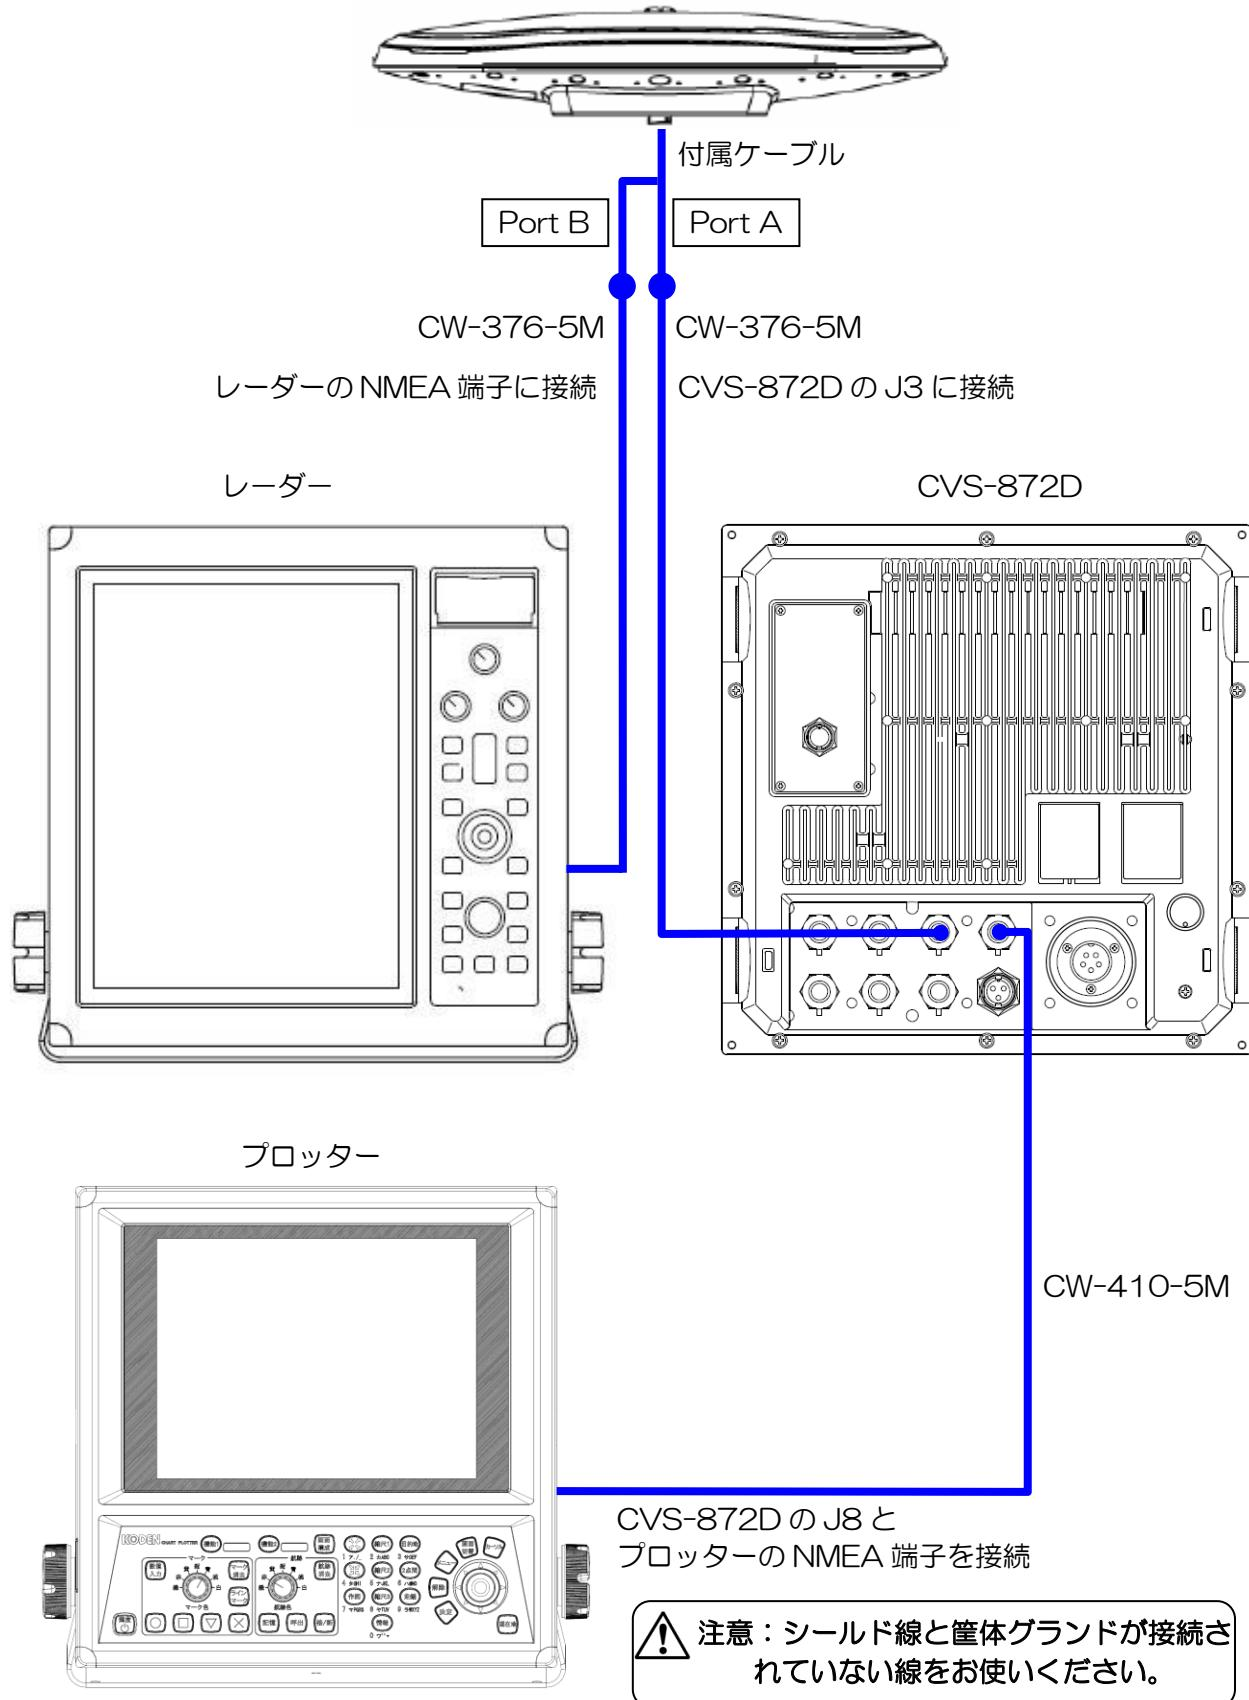
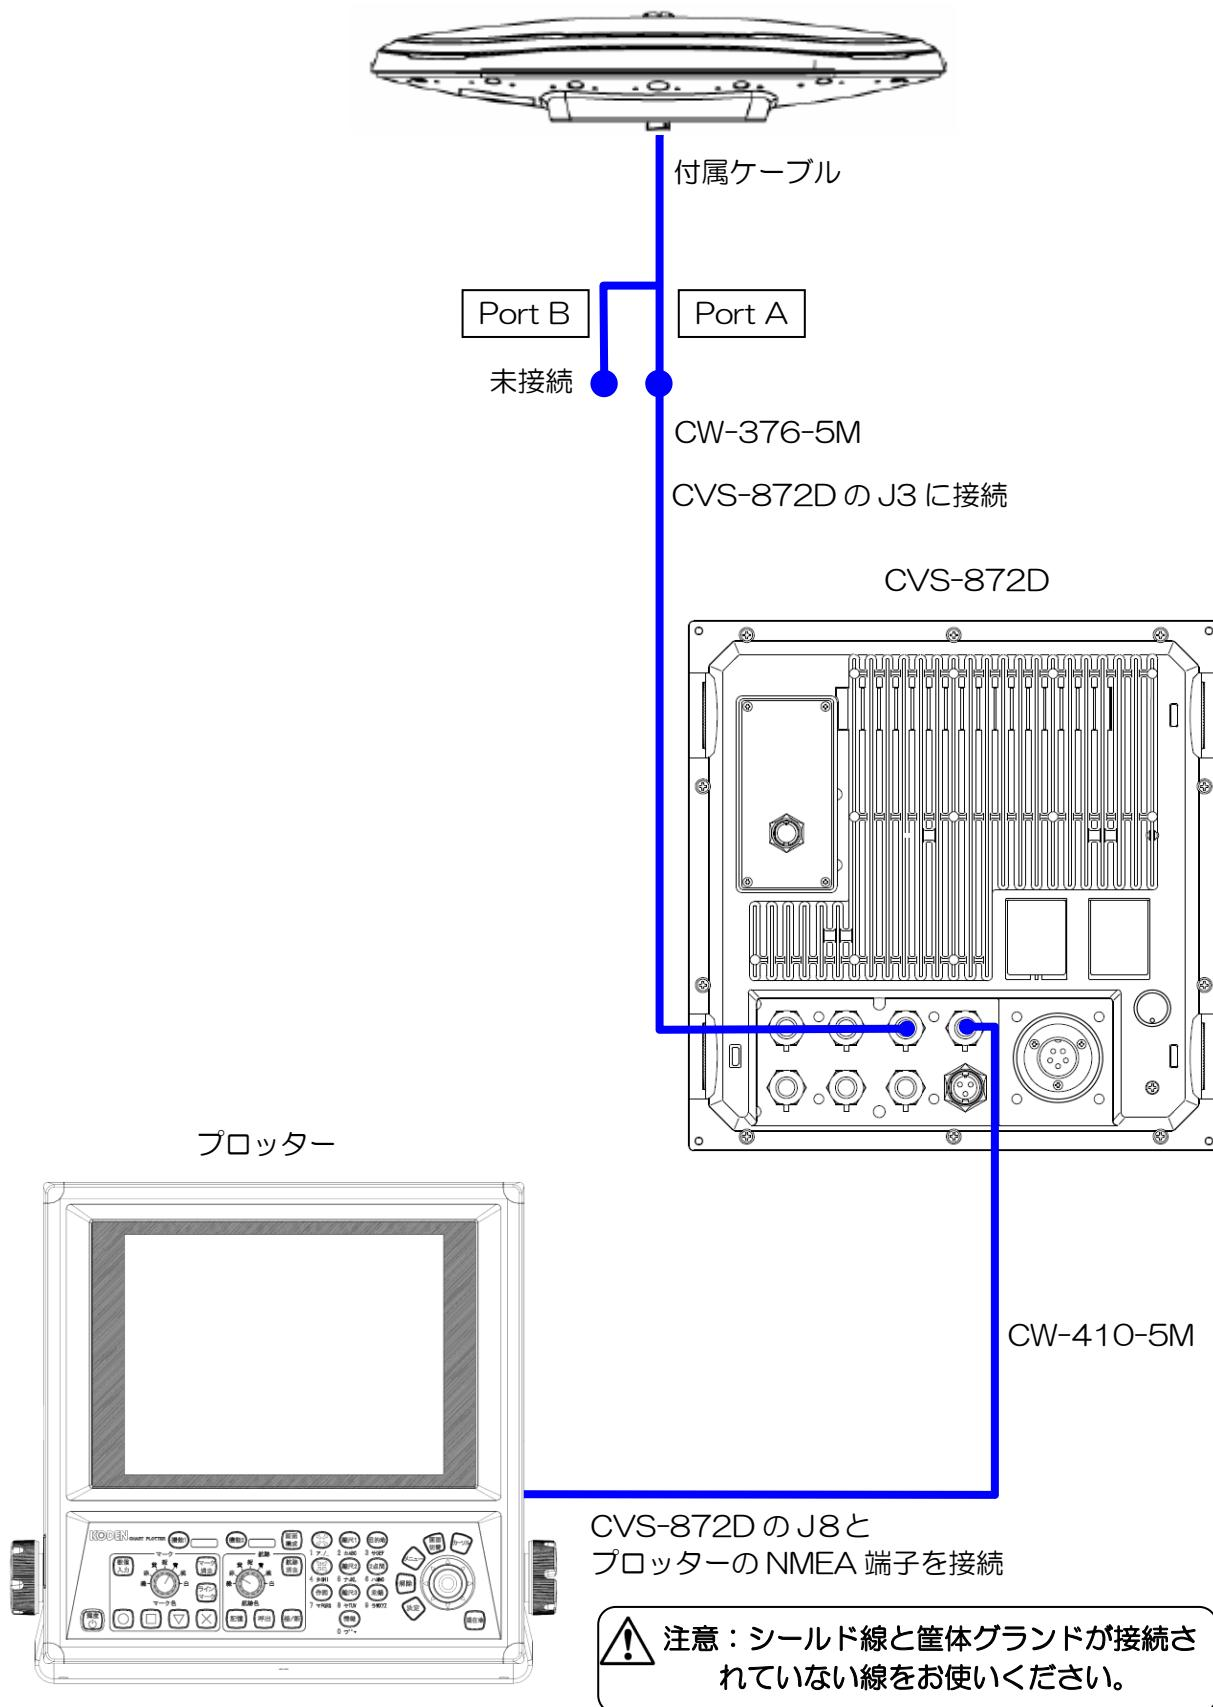

図 1.59 総合接続図 7
図 1.61 総合接続図 9
- 3) レーダーにも接続し GPS コンパスとして接続する場合は、Port B と半田付けが終了した CW-376-5M をレーダーの NMEA 端子へ接続してください。(図 1.59 総合接続図 7 参照)
それ以外の場合は PortB との接続の必要はありません。(図 1.61 総合接続図 9 参照)
- 4) 図 1.59 総合接続図 7～図 1.61 総合接続図 9 を参照して、CVS-872D の J8 端子と NMEA で通信する他の機器を接続してください。